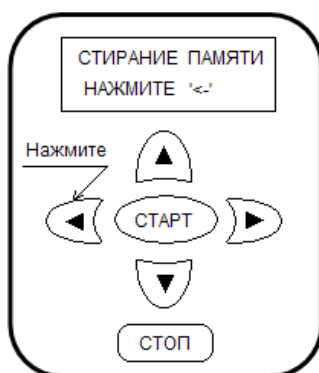

Рис. 29.
- нажать кнопку «БОЛЬШЕ», на дисплее будет надпись, приведенная на рис. 29.